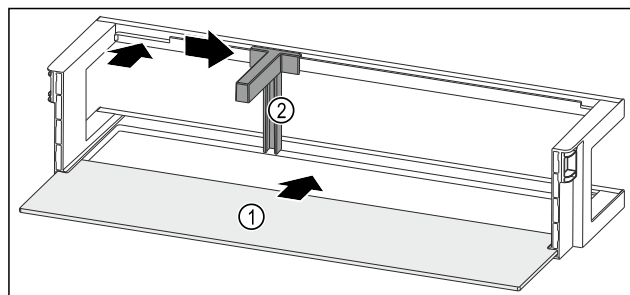

Fig. 101 Dørhylde med hylde
- ▶ Skub hylden Fig. 101 (1) ind i udsparringerne i siden.
- ▶ Indsæt flaskeholderen Fig. 101 (2) i udsparringen.
- ▶ Skub flaskeholderen Fig. 101 (2) til siden til den ønskede position.